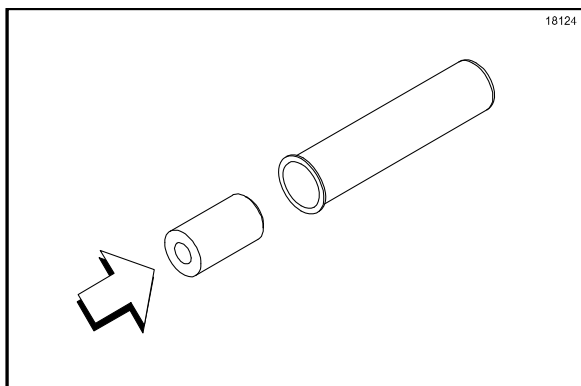

Figura 89
4. Instale o componente interno do êmbolo no tubo posicionando a extremidade do componente com o orifício pequeno e a borda chanfrada, para que entre primeiro no tubo do êmbolo. (Veja a Figura 89.)